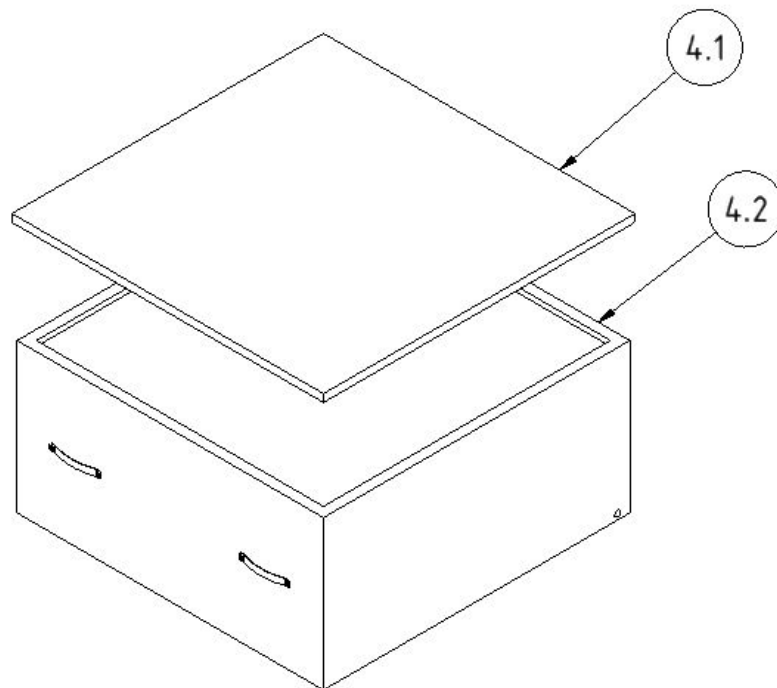

Abbildung 6, Filterwechsel
- Entnehmen Sie den Vorfiltereinschub (Abb. 6, Pos. 4.1) vorsichtig aus dem Filterteil, um möglichst keinen Staub aufzuwirbeln und legen ihn auf einem Arbeitstisch ab.
- Heben Sie das Hauptfilter (Abb. 6, Pos. 4.2) an den Griffbändern vorne leicht an um die Dichtung von der Auflagefläche zu lösen und ziehen Sie es ungefähr zwei Drittel aus dem Filtergehäuse, so dass das Filter mit den Bolzen noch weiterhin auf den seitlichen Führungsprofilen liegt.